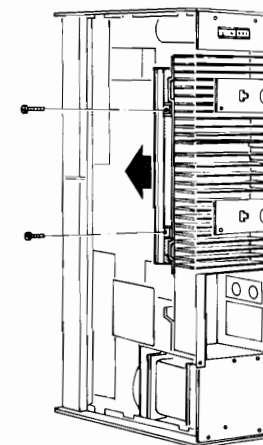

Fig. 1
- The output amplifier p.c. board has a service position (Fig. 1).
- Udgangsforstærkerens printplade har en service-position (fig. 1).
- Slutförstärkarenheten har ett serviceläge (fig. 1).
- Utgangsforsterkerens printplate kan settes i en servicestilling (fig. 1).